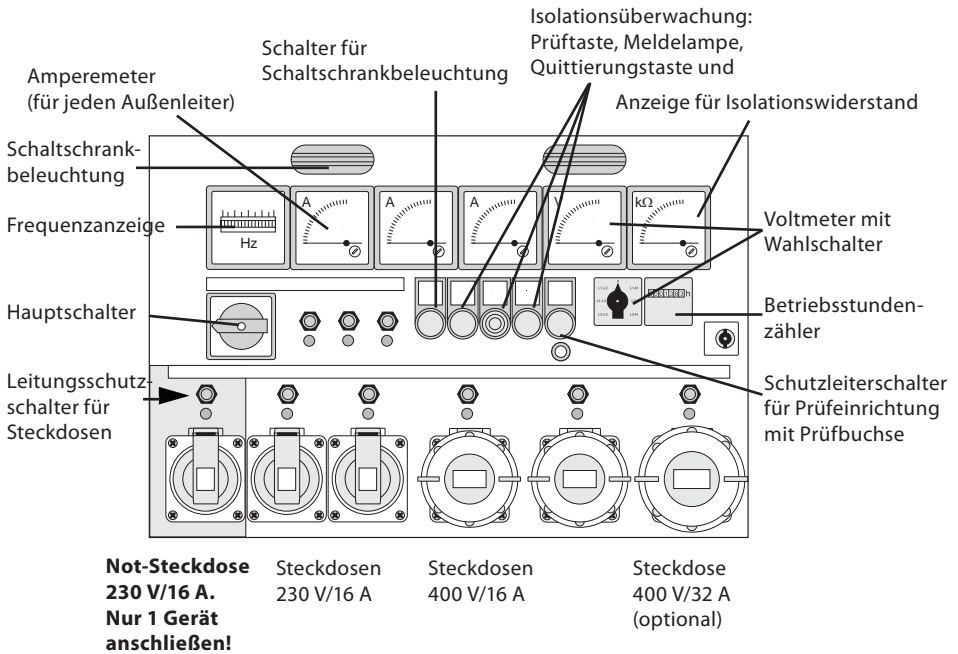

Abbildung 11 Steckdosen, Bedienelemente und Anzeigen am Schaltschrank (Beispiel)
Abbildung 11 zeigt alle Bedien- und Anzeigeelemente im Schaltschrank des Generators anhand eines Beispiels. Bei abweichender Ausführung des Schaltschranks von der Abbildung: Genaue Anordnung der Bedien- und Anzeigeelemente Ihres Schaltschranks -> separate Betriebsanleitung des Schaltschranks.
- Der aktuelle Isolationswiderstand wird am Schaltschrank an einem Anzeigeelement angezeigt (-> Abbildung 11, Seite 64). Entsprechend dem Isolationszustand ist die Skala des Anzeigeelements farbig unterteilt („in Ordnung“ = grün, „kritisch“ = gelb oder „schlecht“ = rot).
(Lage der Bedien- und Anzeigeelemente -> Abbildung 11, Seite 64):
(Lage der Prüfeinrichtung -> Abbildung 11, Seite 64):